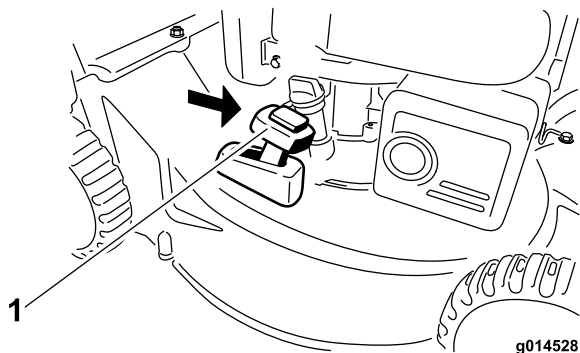

Figure 20
2. Montez le bac à herbe ; voir Retrait du bac à herbe (page 13) et amenez le levier de ramassage sur demande en position de **ramassage** (Figure 20).
**Remarque:** Si le bac à herbe est monté sur la machine, enlevez-le avant de procéder à l'éjection arrière de l'herbe coupée ; voir Retrait du bac à herbe (page 13). Le levier de ramassage sur demande doit être en position **ramassage** (Figure 20).